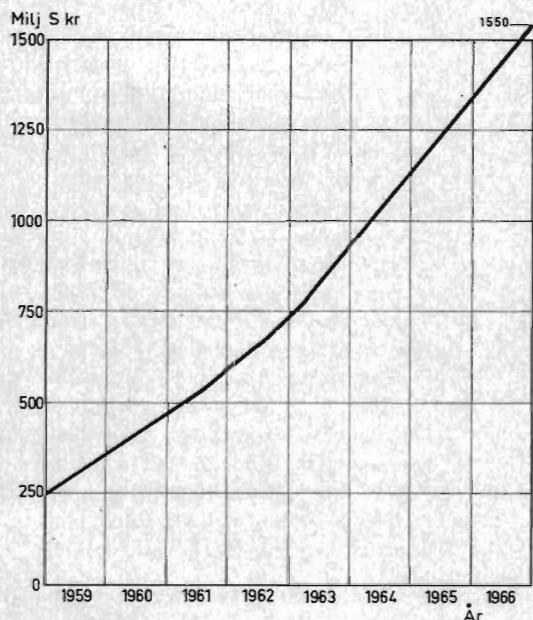

Fig 1. Utvecklingen av den totala europeiska halvledarmarknaden under perioden 1958–1966.
□ □ Värdet av de halvledarprodukter som under 1966 såldes i Europa uppgick till 1,55 miljarder kronor. Detta är sex gånger värdet av försäljningen år 1958, se fig 1. Den genomsnittliga omsättningen per år har från 1963 i stort sett varit konstant, nämligen ca 200 miljoner kr.